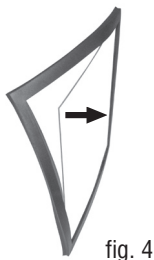

fig. 4
- **Repuesto de la placa delantera del lente (Vea la fig. 4)**
- **Repuesto de la placa interior del lente (Vea la fig. 4)**